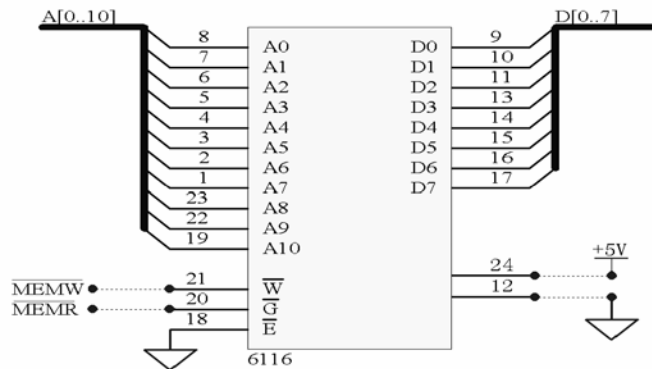

图 2-21
1、用通用插座按图2-21将6116电路连接好。编程将主机内存缓冲区60000H, 偏移量为0的一块数据循环写入字符A~Z, 用Block MODE DMA方式传送到实验箱上的RAM6116上, 再将实验箱上6116的内容用Block MODE DMA方式传送到主机内存缓冲区60000H, 偏移量为0400H里。并察看送出与传回的数据是否一致。